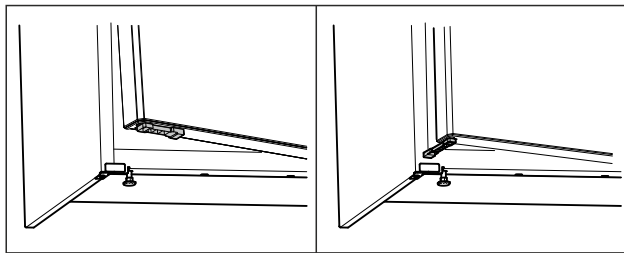

Fig. 68 *
- ▶ Omejevalnik odpiranja vrat obrnite za 90°. (glejte Fig. 68)*